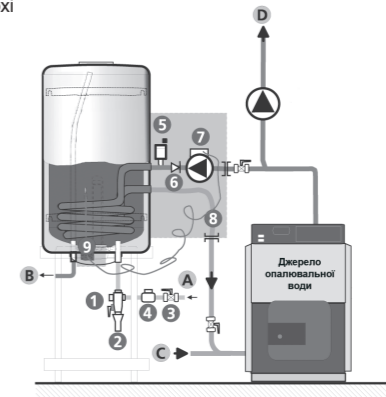

Рис. 5. Підключення бойлера
6.2. Підключення до системи водопостачання (рис. 5):
Підключення (рис. 5):
6.3. Підключення бойлера до тепловодної мережі (рис. 5)
Для цього спочатку потрібно перекрити запірну арматуру на вході в бойлер (рис. 5), а також відкрити кран гарячої води у місці споживання.